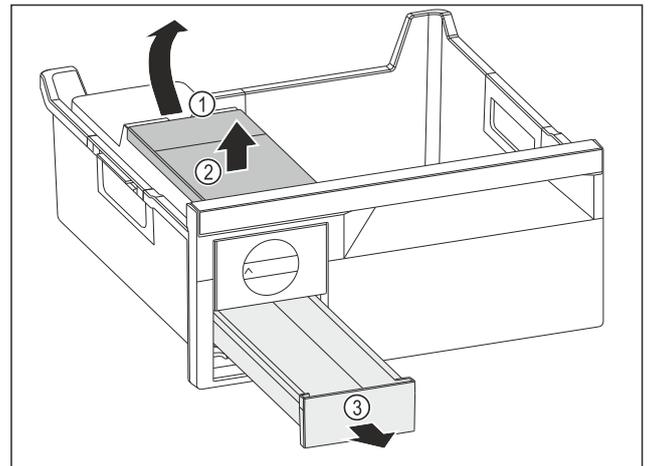

Fig. 95
- ▶ Sacar el depósito de agua: Subir el depósito de agua por la entalladura Fig. 95 (1).
- ▶ Extraer el depósito de agua Fig. 95 (2) por arriba.
- ▶ Extraer el cajón para cubitos de hielo Fig. 95 (3) por delante.